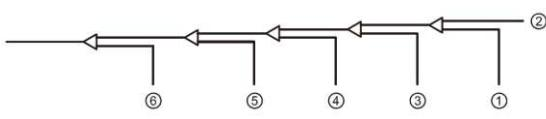

Рисунок 5.16
- Продуйте остальные отверстия таким же образом, постепенно перемещаясь от доводчика А к наружным блокам. См. рисунок 5.16.